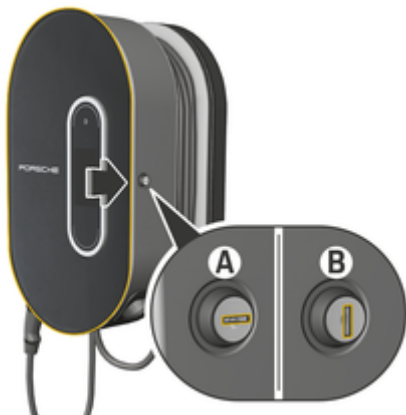

Fig. 238 Charge Dock
- ▶ Vri låsen til posisjon A (Fig. 238).
- ▶ Vri låsen til posisjon B (Fig. 238).